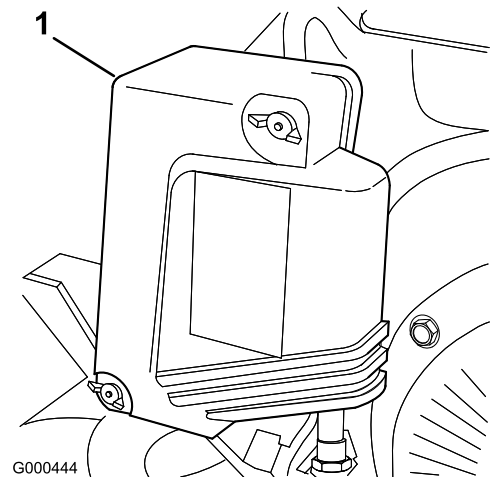

Figura 23
2. Retire las tuercas de orejeta que fijan la tapa del limpiador de aire, y retire la tapa. Limpie a fondo la tapa (Figura 23).